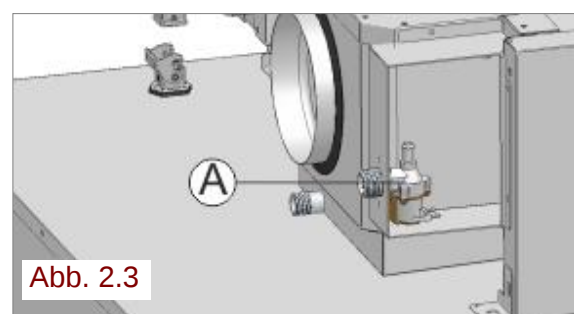

Abb. 2.3
2.3 ANSCHLUSS ANS WASSERNETZ – WASSERZUFUHR (Abb. 2.3)
Die Geräte sind auf der Rückseite mit einem Wasseranschluss ausgerüstet. Zwischen dem Gerät und dem Wasserversorgungsnetz muss ein leicht zugängliches Absperrventil zwischengeschaltet werden (Abb. 2.3).